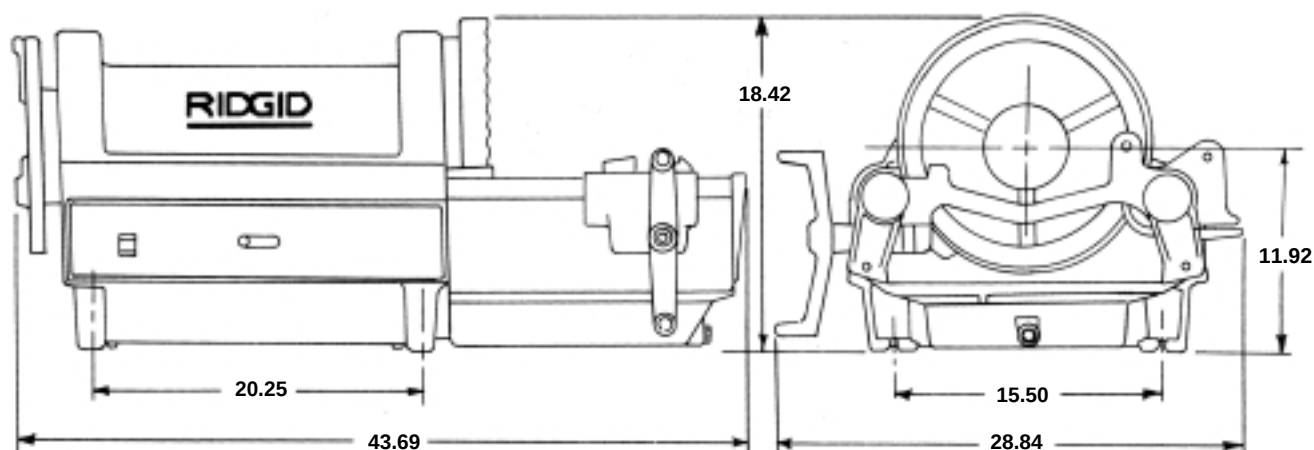

Figura 2 – Dimensiones de la Máquina 1224
- Si no se emplea un soporte, la máquina debe montarse sobre un banco o mesa de trabajo estable. Para montarla sobre un banco, atornille la base de la máquina en sus cuatro esquinas con los cuatro (4) pernos de $\frac{3}{8}$ pulgada provistos. Las dimensiones de la base se muestran en la Figura 2.